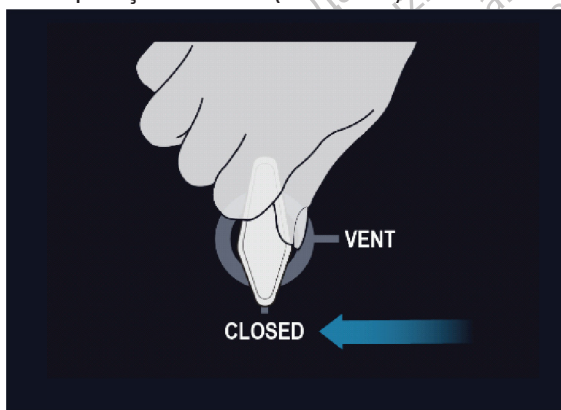

Figura 8. Válvula Vent (Ventilação) - Totalmente fechada
1. Na parte traseira da consola, certifique-se de que a válvula de Vent (Ventilação) está na posição CLOSED (FECHADA) (veja a Figura 8).